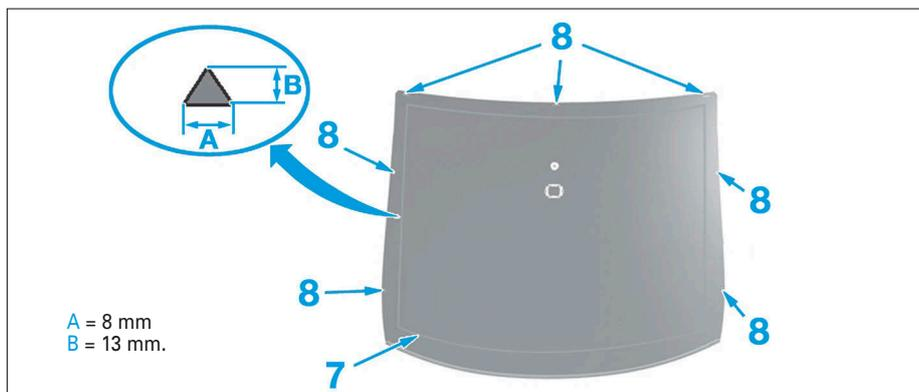

FIG. 7
- Découper l'embout de la buse à la largeur "A" et sur une hauteur "B" (Fig.7).